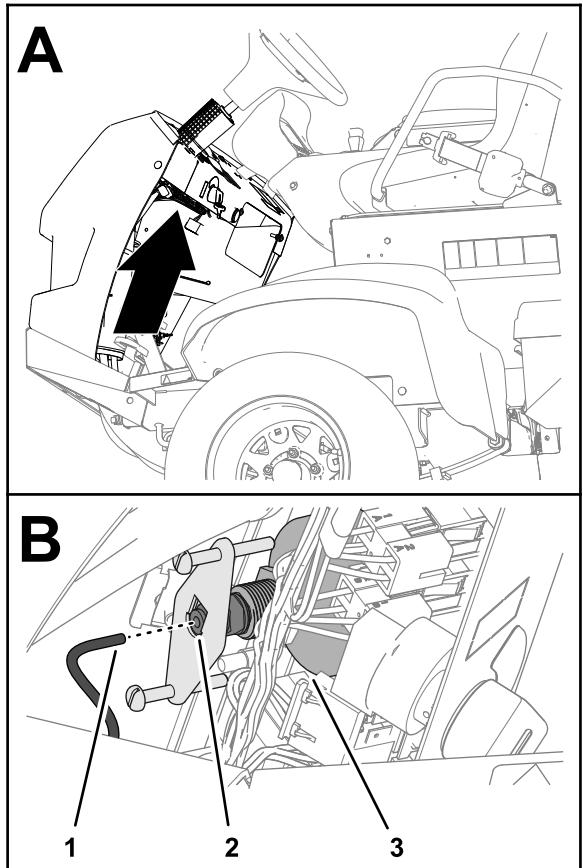

Figura 122
- Retire el tubo de la parte trasera del manómetro y coloque el extremo del tubo en un recipiente (Figura 122).